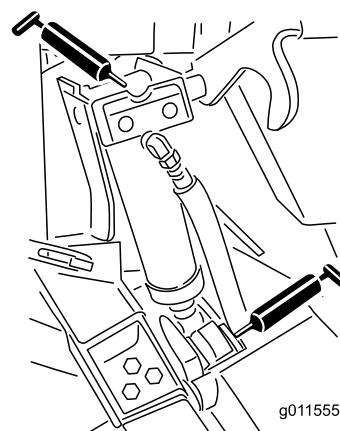

Рисунок 88
- Втулки гидроцилиндров подъема (4 шт.) (Рисунок 88)